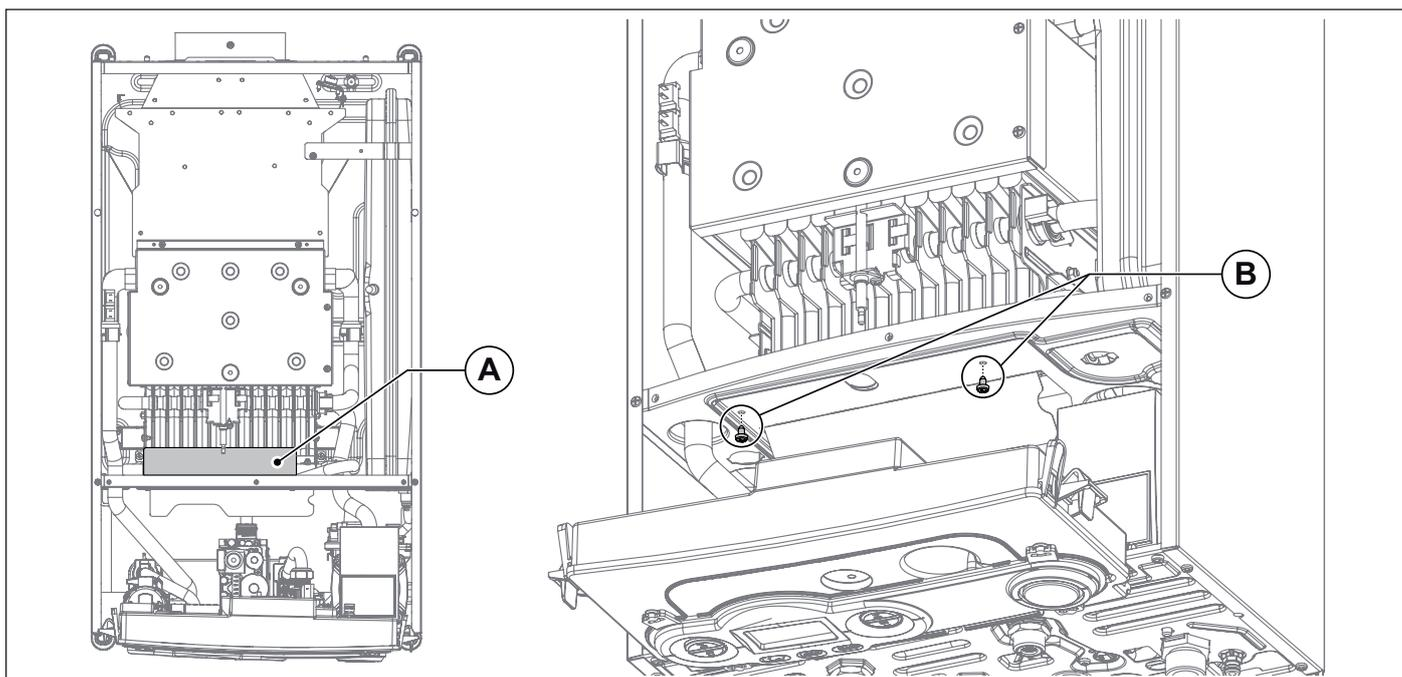

Fig. 13 Deflettore
- Togliere il deflettore A svitando le 2 viti B che lo fissano al telaio (vedi Fig. 13 Deflettore).